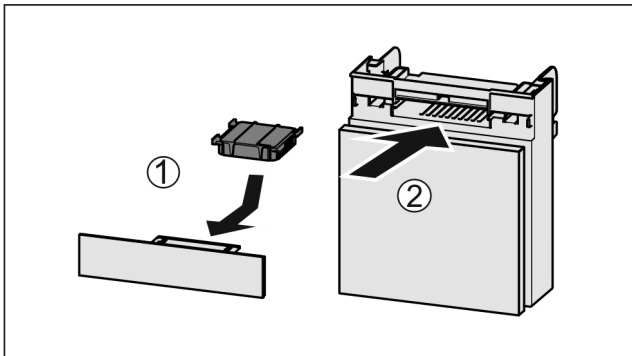

Fig. 137
- ▶ Aktivkohlefilter nach Abbildung einsetzen Fig. 137 (1).
- ▶ Fach einschieben Fig. 137 (2).